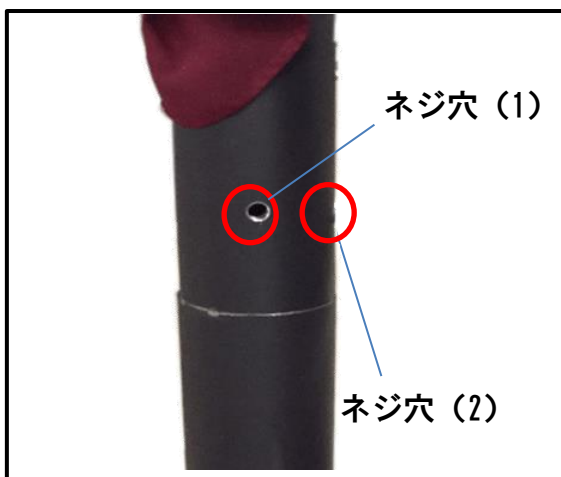

図.6
- ③ 台座軸 (C) とパラソル本体 (A) の支柱部が奥まで差込まれたことを確認したら、2ヶ所の穴の向きが合うように調整して下さい。(図.6)